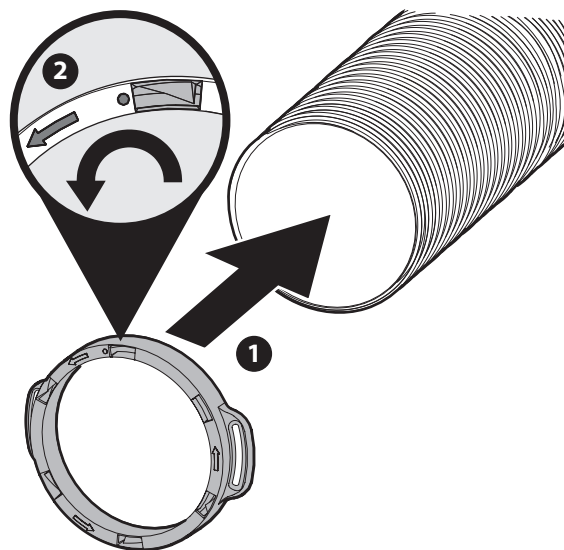

Figura 24
2. Instale el anillo (731-12353A) sobre el extremo libre de la manguera alineando el inicio de la nervadura de la manguera con la ventana de anillo junto al punto moldeado. Vea el recuadro de la Figura 24.